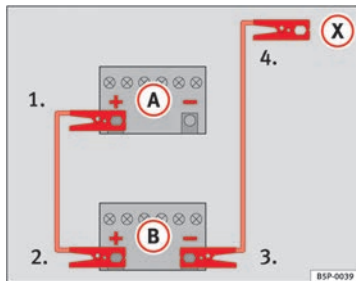

Abb. 162 Anschlussschema für Fahrzeuge ohne Start-Stopp-System.
2. Klemmen Sie ein Ende des roten Starthilfekabels an den Pluspol (+) des Fahrzeugs mit der entladenen Fahrzeugbatterie (A) an  $\Rightarrow$  Abb. 162.
3. Klemmen Sie das andere Ende des roten Starthilfekabels an den Pluspol (+) des stromgebenden Fahrzeugs (B) an.
4. **Bei Fahrzeugen ohne Start-Stopp-Betrieb:** Klemmen Sie ein Ende des schwarzen Starthilfekabels an den Minuspol (-) des stromgebenden Fahrzeugs (B)  $\Rightarrow$  Abb. 162.